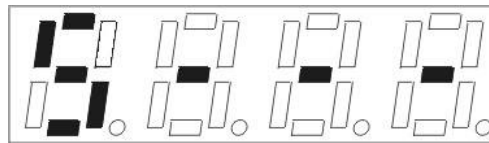

Рисунок 18
- Последовательно нажимая кнопку МЕНЮ, выбрать номер пункта меню – 5 (рисунок 18).